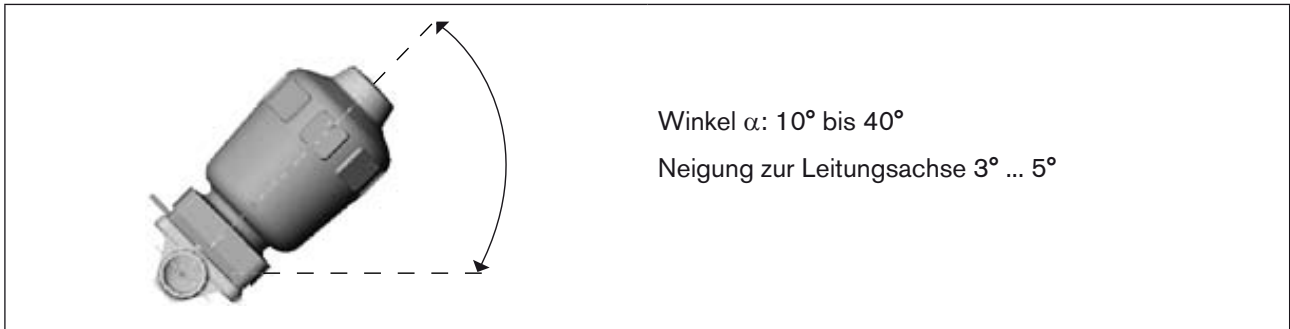

Bild 11: Einbaulage zur Selbstentleerung des Gehäuses
- Gehäuse um den Winkel $\alpha = 10^\circ$ bis 40° geneigt zur Horizontalen einbauen (siehe *Bild 11: Einbaulage zur Selbstentleerung des Gehäuses*).